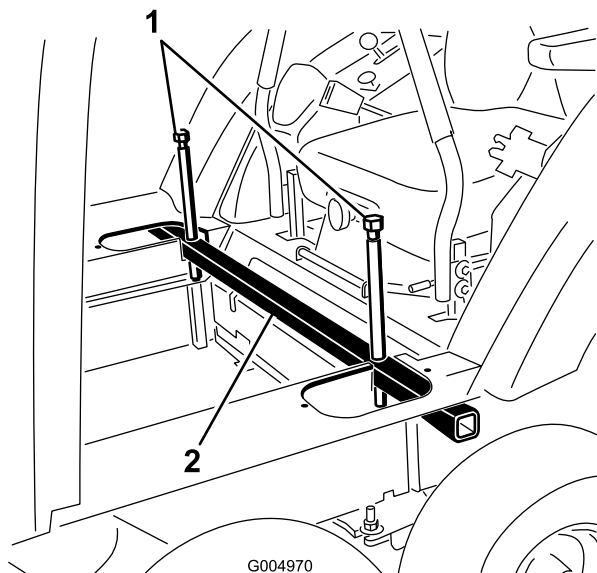

Figure 117
27. Abaissez la cabine en position en desserrant lentement les boulons de levage à chaque extrémité du tube de levage (Figure 117).